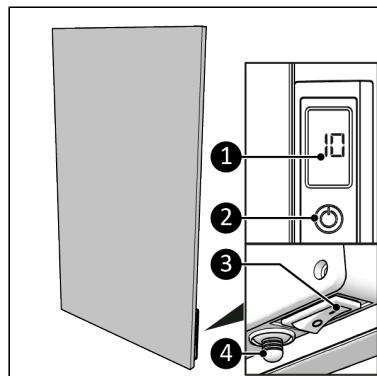

Figure 119.
1. Nastavte prepínač ON/OFF do polohy ON (Figure 119, poz. 3).
2. Stlačte tlačidlo ON/OFF na ovládacom paneli (Figure 119, poz. 2) alebo na diaľkovom ovládači.
3. Na displeji (Figure 119, poz. 1) sa najskôr na 3 sekundy zobrazí nastavená teplota a potom teplota okolia.